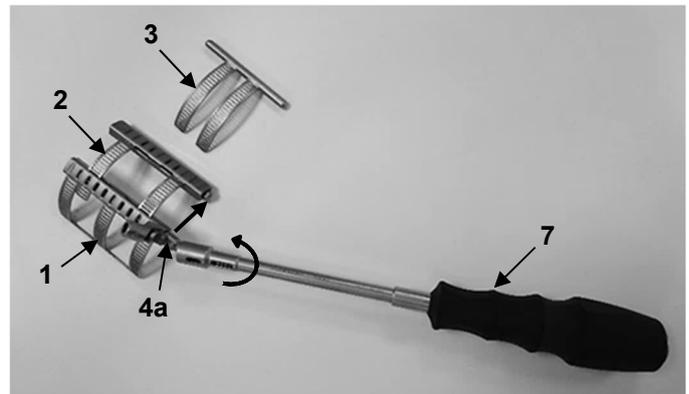

Fig. 17
2. Quindi rimuovere l'elemento primario (2) dall'elemento base (1) utilizzando il Kardan cacciavite LMT-4 (7). A tal fine, ruotare in senso orario la vite a testa esagonale sul modulo a scatola dell'elemento di base (4a) con il Kardan cacciavite LMT-4 (7) fino a rimuoverla (Fig. 17).